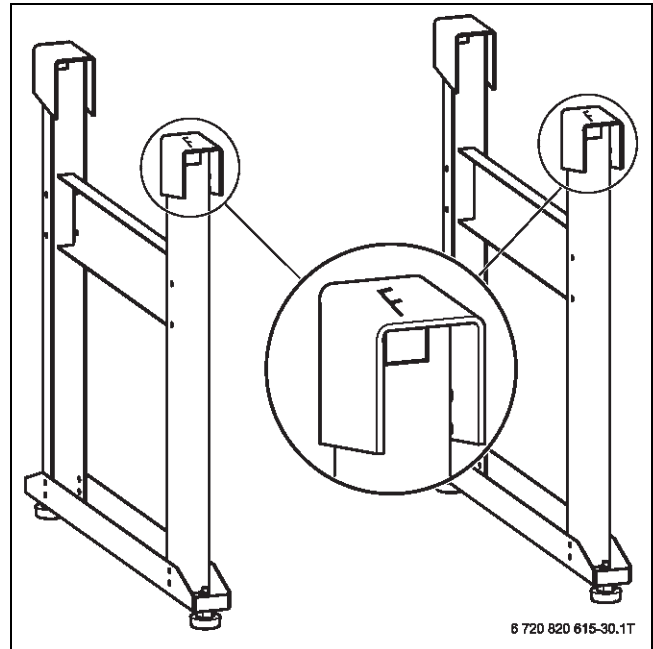

Bild 38 Kennzeichnung F an den Befestigungsfüßen
- Montagerichtung des Gestells beachten: Die Seite, an der ein „F“ in die Befestigungsfüße gestanzt ist, muss mit der Ausblasseite übereinstimmen (→ Bild 38).